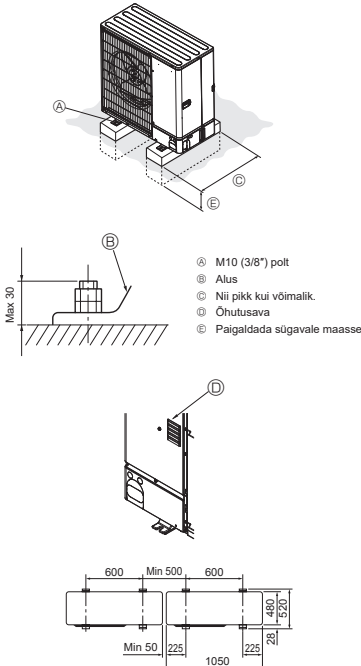

Fig. 3-1
- Paigaldage seade vastupidavale ja rõhtsale pinnale, et vältida töö ajal tekkivat kolinat. (Fig. 3-1)